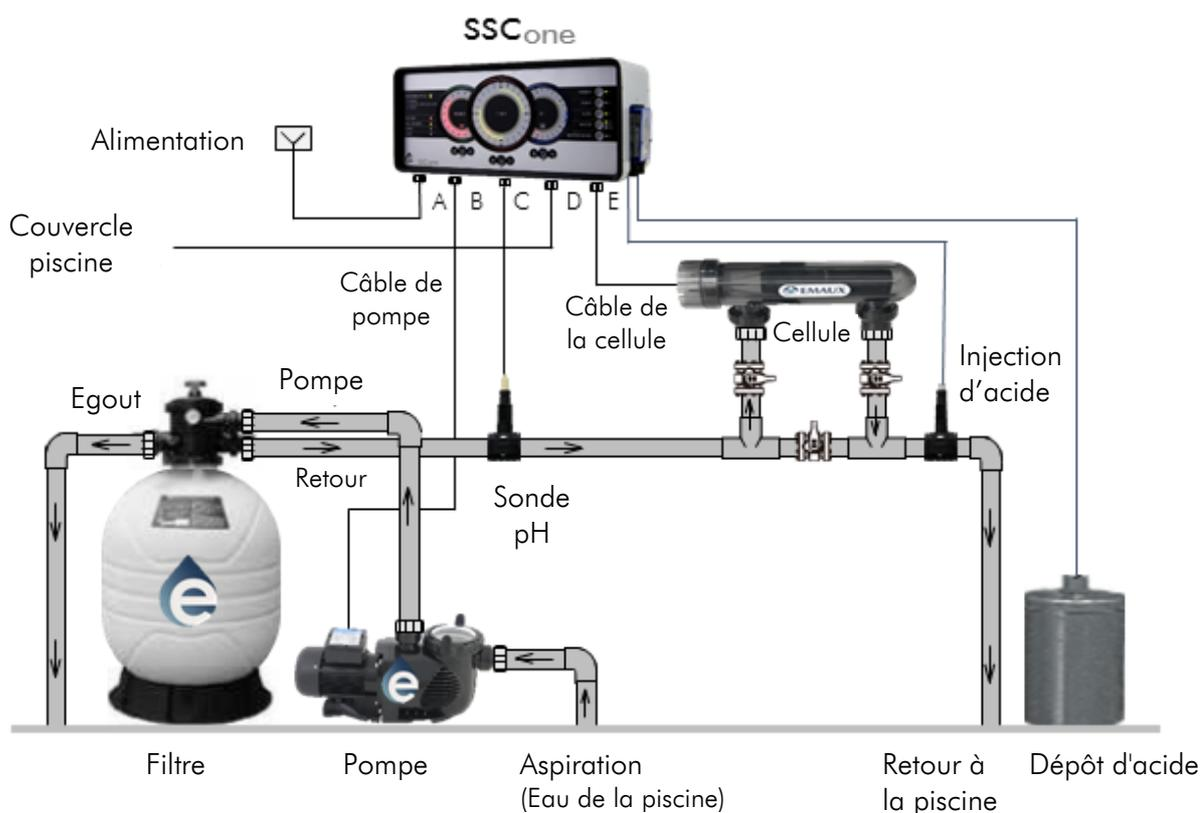

Fig. 1
7.1 UNITÉ DE CONTRÔLE (Fig. 1)